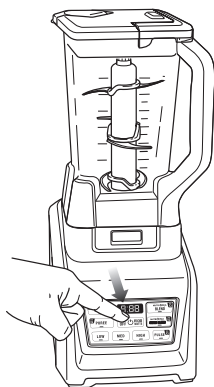

Fig. 7
- 11 Presione el botón de encendido para encender la unidad. Seleccione la velocidad o el programa AUTO-iQ de acuerdo con sus necesidades. El programa AUTO-iQ apagará el artefacto automáticamente al finalizar el programa. (Fig. 7)